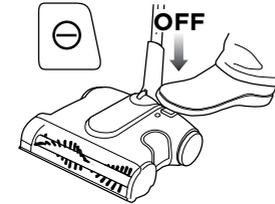

Fig. 10
**1** Assurez-vous que l'appareil est éteint. S'il ne l'est pas, appuyez sur le bouton Power (mise en marche) une fois pour l'éteindre. **(Fig. 10)**